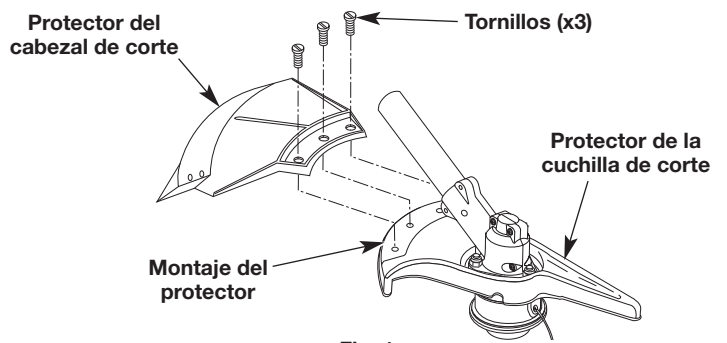

Fig. 1
1. Coloque el protector del cabezal de corte por encima de la superficie del montaje del protector sobre el protector de la cuchilla desbrozadora (Fig. 1).
2. Inserte los tornillos (3) a través de los orificios para tornillos del protector del cabezal de corte (Fig. 1).
1. Desenrosque los tornillos (3) del protector del cabezal de corte con un destornillador Phillips (Fig. 1).